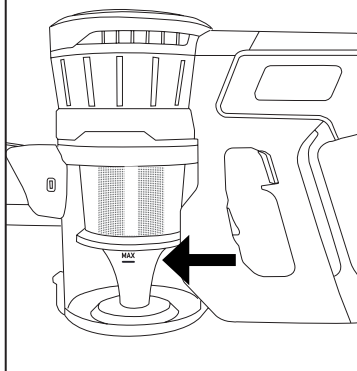

Fig.2
- Asegurarse que la batería está bien colocada. (Fig. 2).